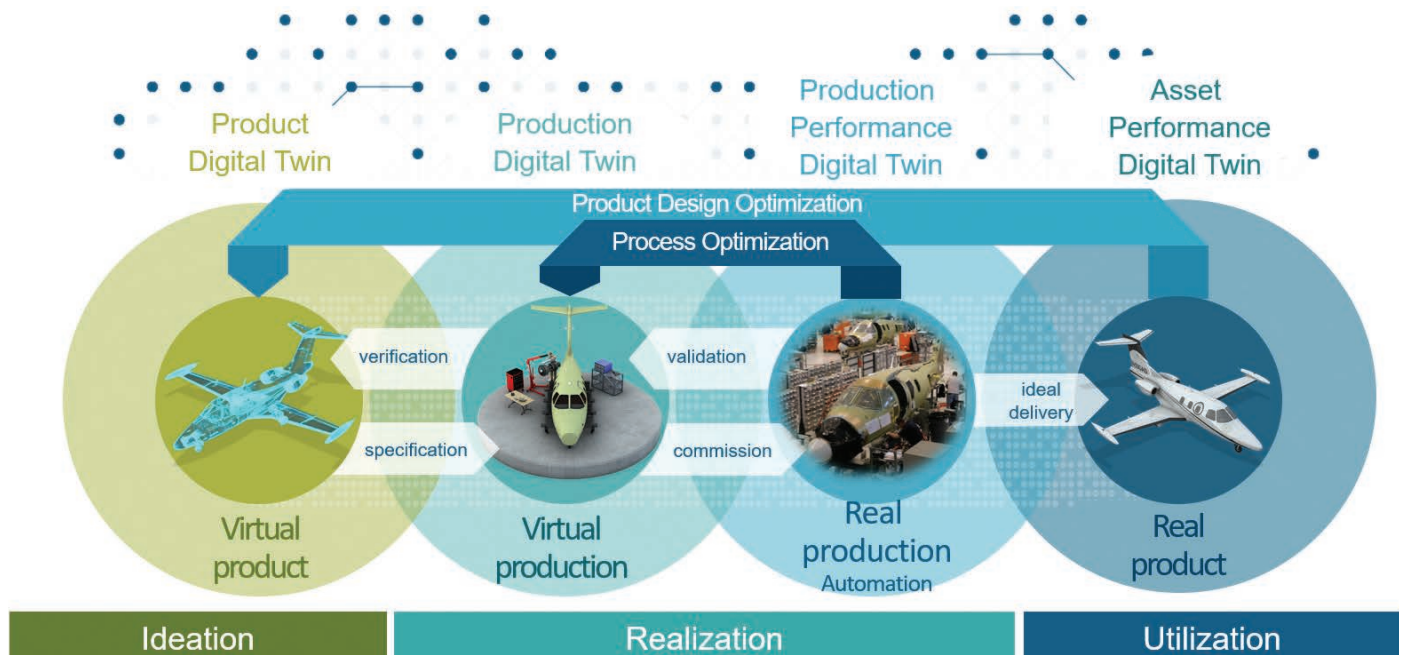

図6 シーメンスのデジタル・ツインとデジタル・スレッドのプラットフォーム
- 技術面では、これまでにない電力密度を達成する予測可能な手法、新たな航空機構成やアーキテクチャの試み、あらゆる熱問題に対処できる能力が求められます。プロセス面では、さまざまな領域や物理現象を統合すると同時に、開発ワークフローや設計判断、対処した検証措置を管理・追跡できるプラットフォームが必要です。包括的なデジタル・ツインとデジタル・スレッドを図6に示します。このセクションでは、シーメンスデジタルインダストリーズソフトウェアが提供するソフトウェアとサービスを統合した包括的なポートフォリオであるXceleratorが、必要なインフラストラクチャとソリューションの導入をどのように支援するかを詳しく紹介します。